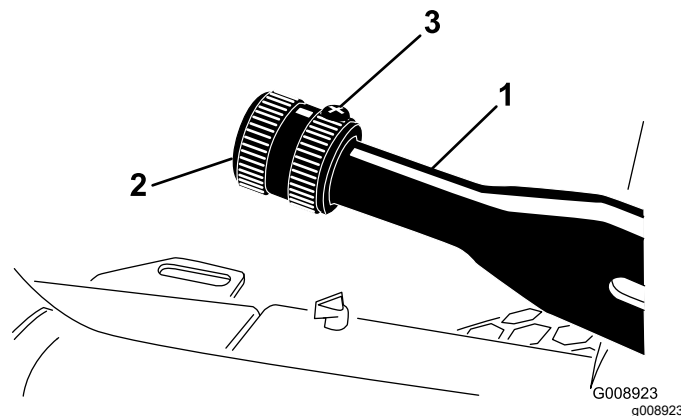

图 59
2. 松开将旋钮固定到手刹操纵杆上的固定螺丝 (图 59)。